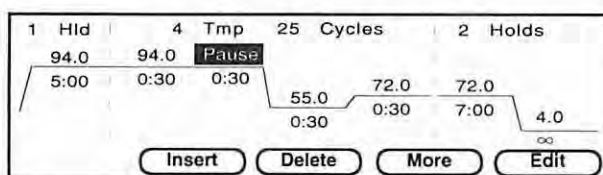

Fig. 2-22 ポーズを挿入した温度プロフィール
9. **F1** -Accept を押すと、スクリーン上のポーズに関して入力した情報が確定されます。さらにポーズをプログラムしたパラメーターの右側に Pause が表示されます (Fig. 2-22)。